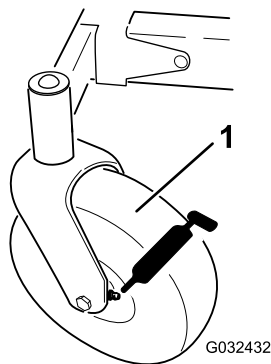

Figura 36
3. Curăai fittingurile lubrificate (Figura 36) cu o lavetă.
4. Conectai un pistol de lubrifiere la fiecare fitting (Figura 36).